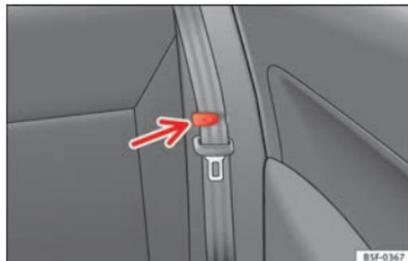

Abb. 153 Bügel zum Halten des Sicherheitsgurtes.
- Befestigen Sie die seitlichen Sicherheitsgurte am Halter der Verkleidung » » **Abb. 153**.